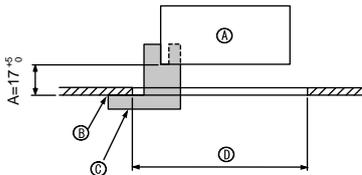
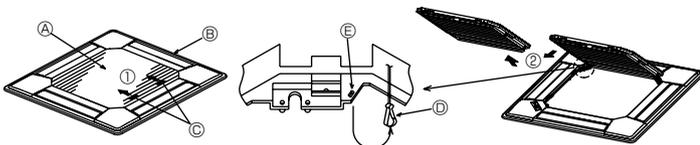
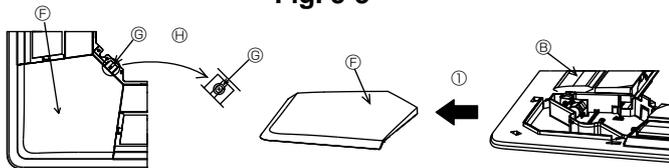

Fig. 5-2
Fig. 5-3
Fig. 5-4
①	Γρίλιες	1	950 x 950 (χιλ)
②	Βίδα με ενσωματωμένη ροδέλα	4	M5 x 0,8 x 25
③	Μετρητής	1	(Χωρίζεται σε τέσσερα μέρη)
④	Συνδετήρας	3
⑤	Βίδα	4	4 x 8
⑥	Βίδα	1	4 x 12
⑦	Γωνιακό πλαίσιο του i-see sensor	1	για PLP-6BAE
5.2. Προετοιμασία στις γρίλιες για την τοποθέτησή τους (Fig. 5-2)
- Χρησιμοποιώντας το μετρητή ③ που παρέχεται μαζί με τη μονάδα, ρυθμίστε και ελέγξτε τη θέση της μονάδας σε σχέση με το ταβάνι. Εάν δεν έχει τοποθετηθεί σωστά, είναι πιθανό να προκληθεί διαφυγή αέρα ή συγκέντρωση υδρατμών.
- Ⓒ Μετρητής ③ (εισέρχεται μέσα στη μονάδα)
5.2.1. Πώς αφαιρούνται οι γρίλιες εισόδου αέρα (Fig. 5-3)
- Σύρατε τους μοχλούς προς την κατεύθυνση που δείχνει το βέλος ① για να ανοίξετε τις γρίλιες εισόδου αέρα.
- Με τις γρίλιες εισόδου αέρα στη θέση "open" ("ανοιχτές"), βγάλτε τον αρθρωτό τους σύνδεσμο από τις γρίλιες όπως δείχνει το βέλος ②.
5.2.2. Πώς αφαιρείται το γωνιακό πλαίσιο (Fig. 5-4)
- Αφαιρέστε τη βίδα από τη γωνία του γωνιακού πλαισίου. Σύρατε το γωνιακό πλαίσιο όπως δείχνει το βέλος ① για να το αφαιρέσετε.
[Fig. 5-3, 5-4]